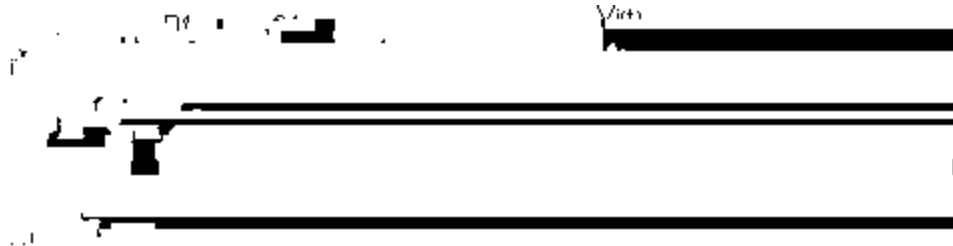

Figura 4.1 Circuito problema N° 1.
4.1 **Problema N° 1.** En el circuito de la figura 4.1, graficar $V_o(t)$ indicando puntos de interés.